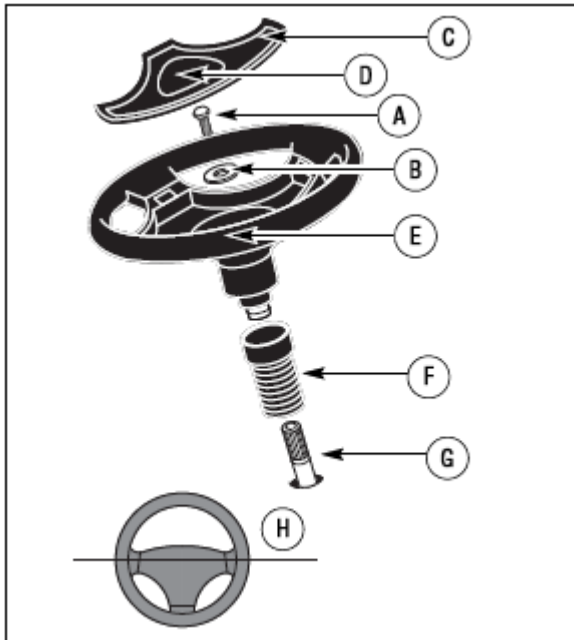

Рис. 7:
2. Наденьте чехол на рулевую колонку (рис. 7).